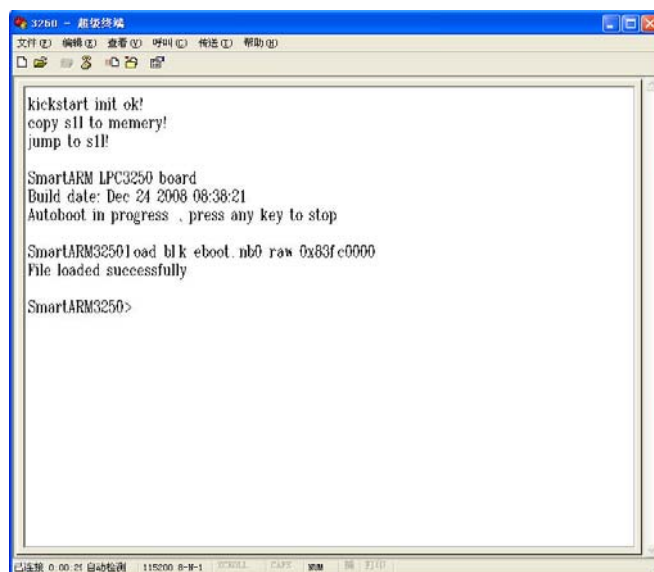

图 3.2 加载 eboot.nb0 到 SDRAM
2. 将光盘中的 eboot.nb0 拷贝到 SD 卡中，将 SD 卡插入 SmartARM3250 的 SD 卡卡座。然后在超级终端中输入命令：load blk eboot.nb0 raw 0x83fc0000，回车。将 eboot.nb0 加载到 SDRAM 中，如图 3.2 所示。